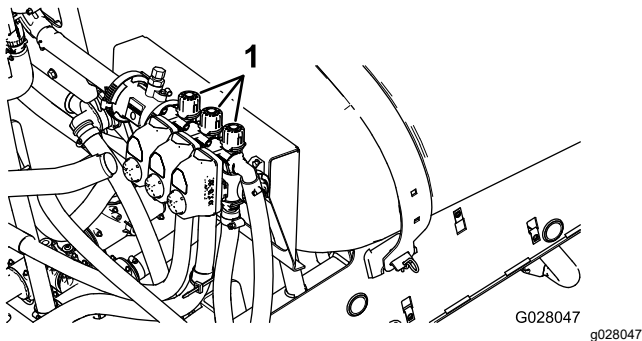

Bild 85
- Stellen Sie den linken Abschnittsschalter aus und das Auslegersicherheitsventil (Bild 85) ein, bis der Druck am vorher angepassten Niveau (normalerweise 2,76 bar) liegt.
- Stellen Sie das rechte Abschnittssicherheitsventil (Bild 85) ein, bis der Druck am vorher angepassten Niveau (normalerweise 2,76 bar) liegt.
- Stellen Sie das mittlere Abschnittssicherheitsventil (Bild 85) ein, bis der Druck am vorher angepassten Niveau (normalerweise 2,76 bar) liegt.